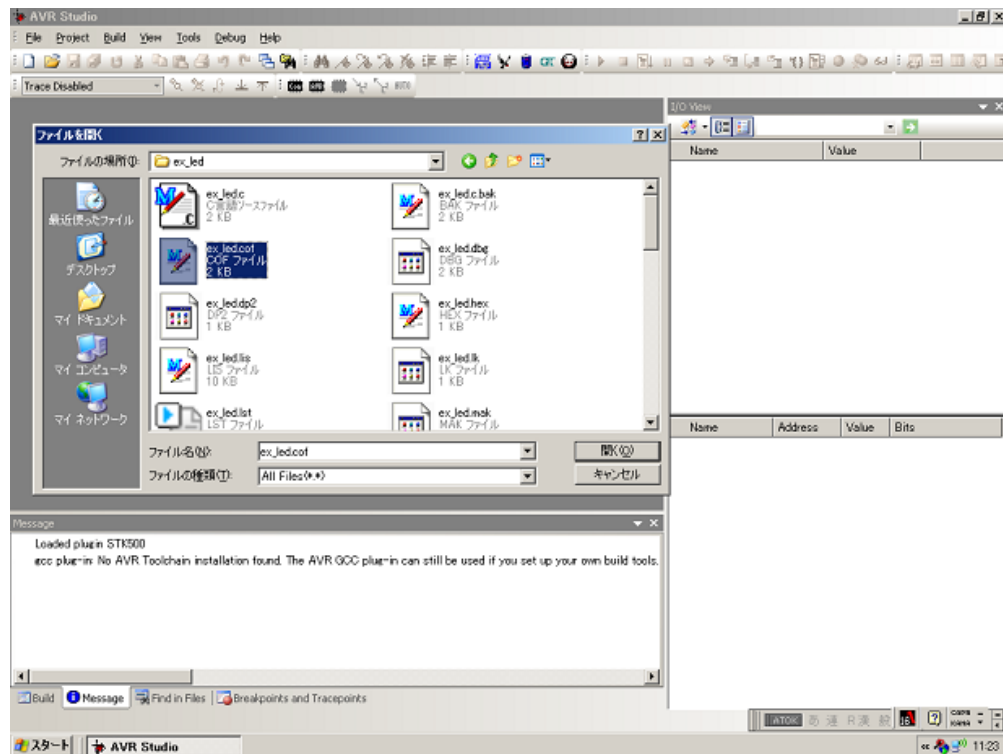

図 6. 拡張子がcofのファイルの読み込み
- ICCでコンパイルした後、“プロジェクト名.cof” という名前のファイルができます。このファイルをAVR Studioを起動し、図 6 のようにファイルを開きロードします。